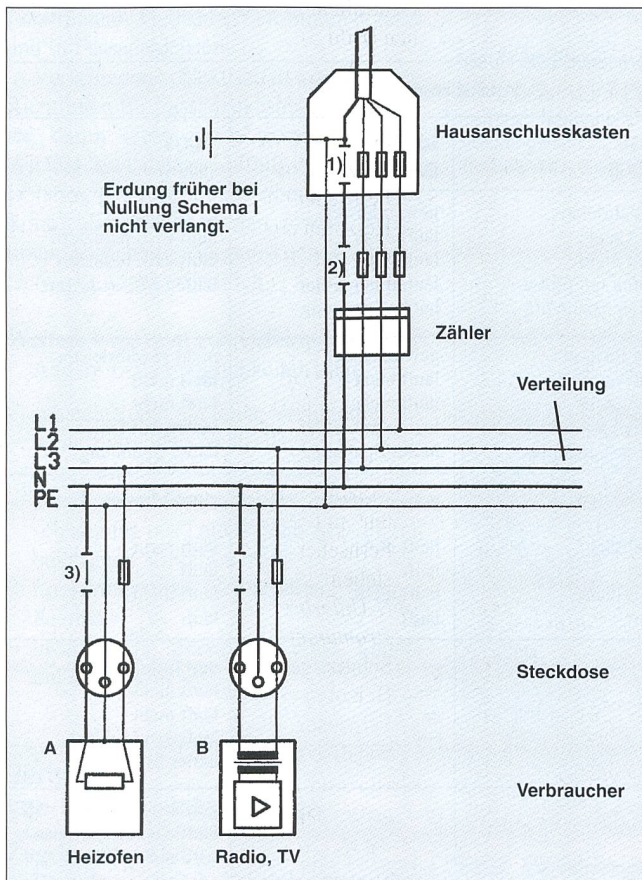
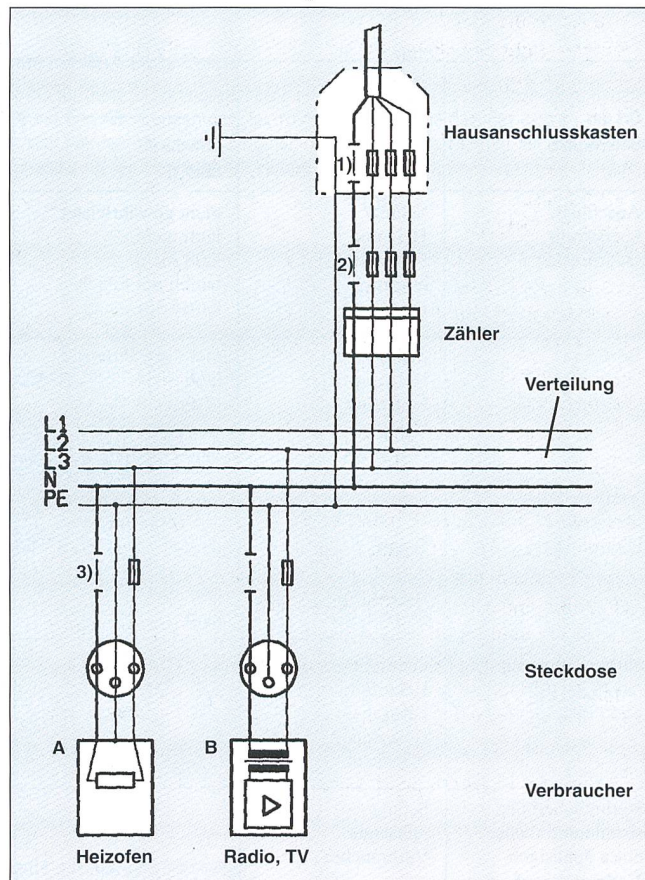
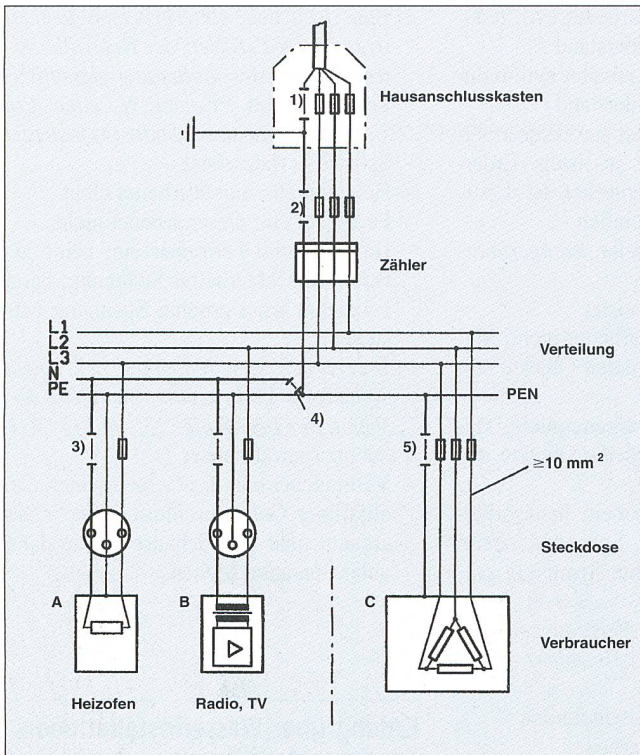

Bild 2 Installation TN-S (früher Nullung Schema I)
Bild 3 Installationsart mit Schutzerdung
Bild 4 Installationsart TN-C-5 (Schema II)
Diese Installationsart ist heute vorgeschrieben für Querschnitte < 10 mm². Der Neutraleiter (N) und der Schutzleiter (PE) sind vor dem Anschlussüberstromunterbrecher verbunden und geerdet. Bei diesem Installationssystem wird der Schutzleiter und der Neutraleiter getrennt geführt. Die verschiedenen Unterbruchmöglichkeiten des Neutraleiters ergeben folgende Situationen (Bild 2):
Diese Installationsart wird mit fünf getrennten Leitern ausgeführt. Dabei ist der Schutzleiter geerdet, jedoch nicht mit dem Neutraleiter verbunden. In dieser Installation muss der Erderwiderstand am Hausanschluss sehr tief sein, damit die Schutzbedingungen eingehalten werden. Die verschiedenen Unterbruchmöglichkeiten des Neutraleiters ergeben folgende Situationen (Bild 3):
Bei der Nullung nach TN-C-S ist im TN-C-Abschnitt der Schutzleiter (PE) und der Neutralleiter (N) bei Querschnitten $\geq 10 \text{ mm}^2$ als gemeinsamer PEN-Leiter geführt. Der PEN-Leiter ist am Ausgang des Anschlussüberstromunterbrechers geerdet. Bei Querschnitten $< 10 \text{ mm}^2$ muss mit einem speziellen Trenner auf die Nullung TN-S übergegangen werden. In der Installation dürfen PE- und N-Leiter nach der Aufteilung nicht mehr verbunden werden. Ein Unterbruch an den Stellen 1-5 nach Bild 4 ergibt folgende Situationen:
L'interruption du neutre dans une installation électrique intervient certes très rarement. Mais si elle a lieu on court le risque que de tels défauts génèrent des surtensions, qui peuvent détruire des appareils électroniques (voir tableau I). Dans l'ancien schéma III (figure 1) et dans les installations mixtes (TN-C-S) (figure 4), outre des surtensions on peut avoir aussi des tensions de contact dangereuses. Selon le lieu de l'interruption, des tensions dangereuses peuvent se présenter aussi sur des boîtiers métalliques intacts sans que l'appareil concerné soit lui même enclenché. Il suffit qu'un quelconque poste consommateur dans l'installation soit en service (p.ex. luminaire). Dans une installation normale, il n'y a aucune possibilité de couper automatiquement ce défaut. Un disjoncteur de protection à courant de défaut 30 mA ne coupe qu'en contact avec un boîtier sous tension et évite ainsi des dommages aux personnes. Par contre dans les installations TN-S (figure 2) et celles avec protection par mise à la terre (figure 3) il n'y a aucun danger de dommages aux personnes.